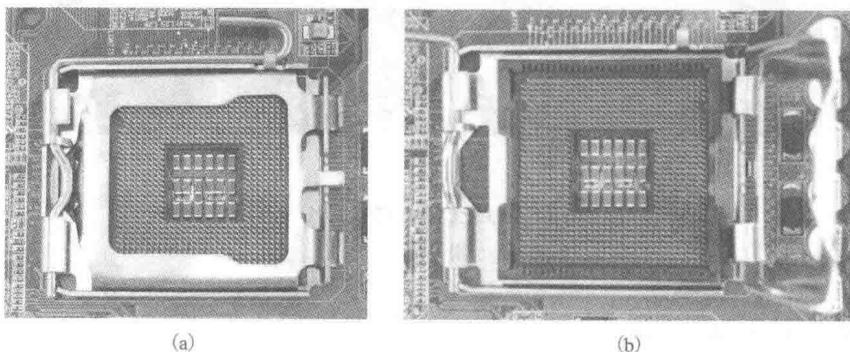
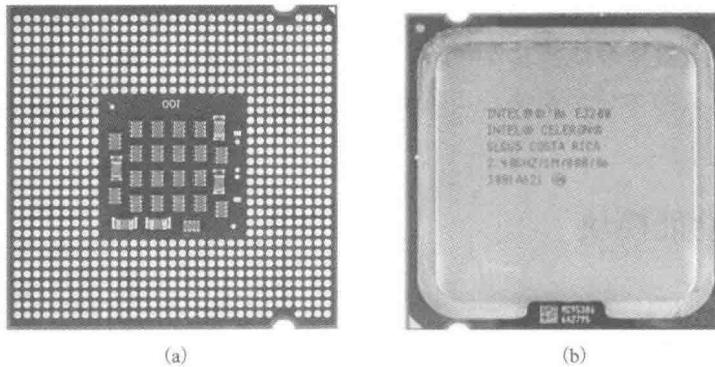

图1-1 Intel(LGA775)CPU脚座
图 1-2 Intel(LGA775)CPU
(1) Intel(LGA775)CPU脚座及CPU(图1-1、图1-2)